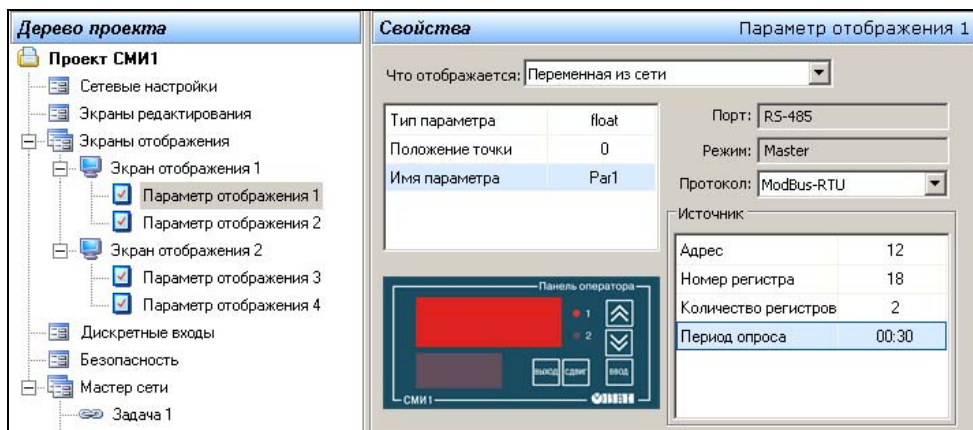

Рисунок 4.9. Экраны отображения. Выбор параметра отображения типа «Переменная из сети»
- 2.4 Если в поле «Что отображается» выбрана «Переменная из сети», то становится доступна группа полей «Источник», в которой указываются характеристики прибора-источника (прибора, от которого должна быть получена информация об отображаемой переменной), см. рис. 4.9. Для различных протоколов характеристики различны: